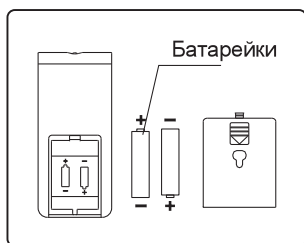

Рис.13
2. Вставьте 2 батарейки типоразмера AAA, соблюдая полярность (см. рис.13)